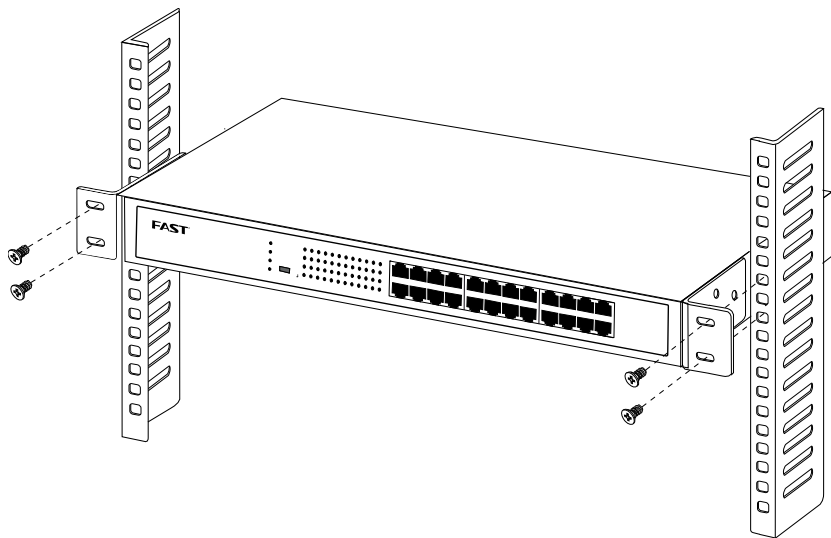

图 3.3 把交换机固定在机架上的示意图
3. 将交换机安放在机架内，并用螺钉将角铁固定，确保交换机牢固地安装在机架上（螺钉用户自备）。如图 3.3 所示。